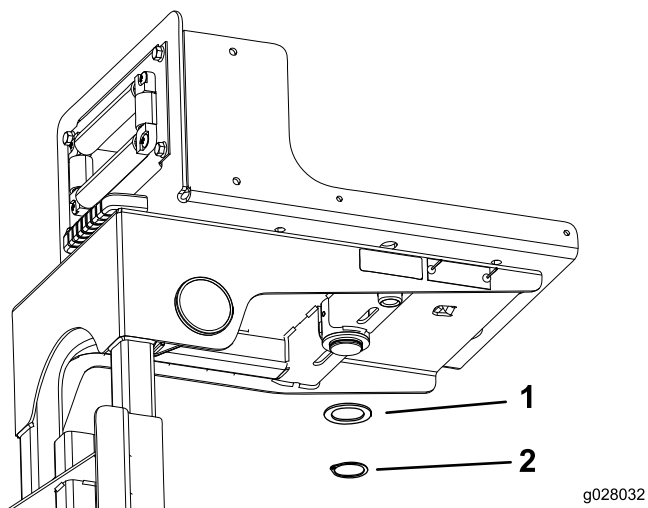

图9
2. 在软管卷支撑架的下面，将止推垫圈和卡环装在转盘柱上（图9）。